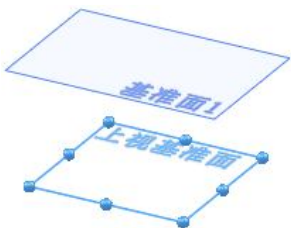

图 2.3.2 基准面 1
Step2. 创建图 2.3.2 所示的基准面 1。选择下拉菜单 **插入(I)** → **参考几何体(G)** → **基准面(E)...** 命令；选取上视基准面为参考实体，输入偏移距离值 600；单击 按钮，